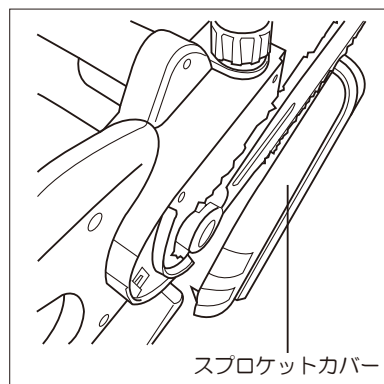
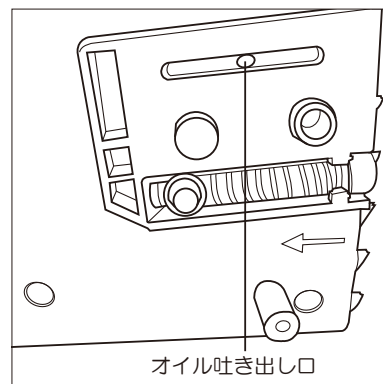

図9
図10
- ②スプロケットカバーを外してください。(図9参照)
- ③ガイドバー、ソーチェーンを外してください。
- Ⓔソーチェーンを外したときは、オイル吐き出し口、ガイドバー溝など清掃してください。目詰まりしたまま使用しますと故障の原因になります。(図10参照)